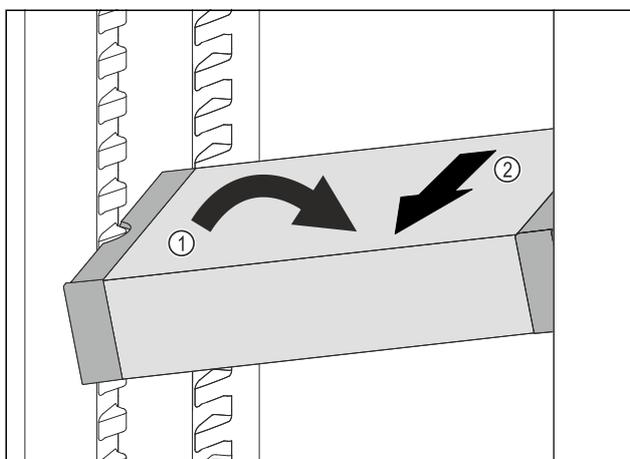

Fig. 47
- ▶ Расположите VarioSafe в холодильном отделении под наклоном. Fig. 47 (1)
- ▶ Извлеките VarioSafe движением вперед. Fig. 47 (2)